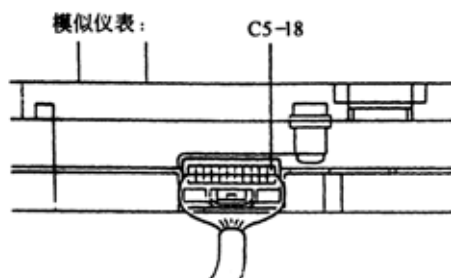

图 9-94
(2) 检查前左侧座椅安全带搭扣总成，如图 9-94 所示。